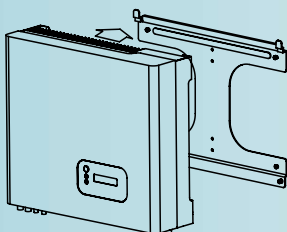

Fig. 7
- Suspendre l'onduleur et vérifier qu'il est bien positionné sur ses quatre points de fixation (Fig. 7).